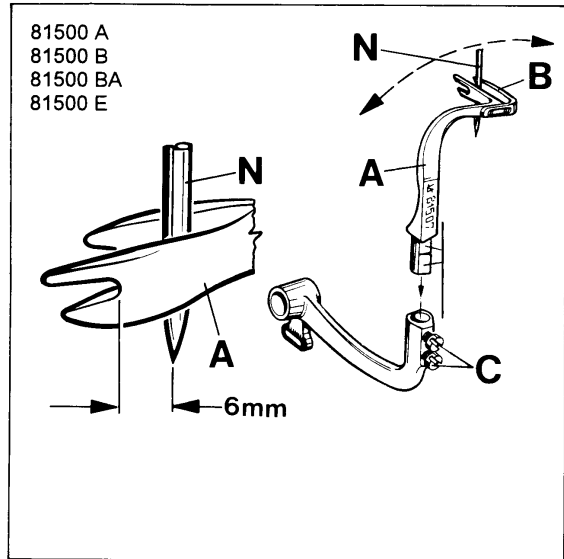

Fig. 11
Before inserting a new upper spreader (A, Fig. 11) remove thread hook (B). This facilitates the visual check of the adjustment.
For adjustment of spreader (A, Fig. 11) with respect to the needle (N), the shank of spreader (A) has two offset flats.
First snug one screw (C, Fig. 11) on the flat of the spreader shank with which the following position of the spreader is reached:
When rotating the handwheel in sewing direction, spreader (A, Fig. 11 A) should pass with its face (D) as close as possible to the front of needle (N), without contacting it. Now tighten the second screw (C, Fig. 11) firmly.
In the extreme left upper end position of spreader (A, Fig. 11) the distance between the bottom of the forked cut-out and the center of needle (N) should be 6 mm (15/64 in.)
Remount thread hook (B, Fig. 11) on spreader (A) and set it so that its tip passes close behind the needle without contacting it (see Fig. 11 A).
Bevor Sie einen neuen oberen Blindgreifer (A, Fig. 11) einsetzen entfernen Sie den Fadenhaken (B). Dies erleichtert die visuelle Prüfung der Einstellung.
Zum Einstellen des Blindgreifers (A, Fig. 11) im Bezug zur Nadel (N) hat der Schaft des Blindgreifers (A) zwei versetzte Befestigungsflächen.
Legen Sie zuerst eine Schraube (C, Fig. 11) auf der Fläche des Blindgreifers an, mit der Sie folgende Stellung des Blindgreifers erhalten:
Beim Drehen des Handrades in Nährichtung muß der Blindgreifer (A, Fig. 11 A) mit seiner Stirnfläche (D) dicht an der Vorderseite der Nadel (N) vorbeigehen, ohne diese zu berühren. Ziehen Sie nun die zweite Schraube (C), Fig. 11) gut an.
In der äußerst linken oberen Endstellung des Blindgreifers (A, Fig. 11) muß der Abstand zwischen der tiefsten Stelle des gabelförmigen Einschnittes und der Nadelmitte (N) 6 mm betragen.
Montieren Sie den Fadenhaken (B, Fig. 11) wieder an den Blindgreifer (A) und stellen Sie ihn so, daß seine Spitze dicht hinter der Nadel vorbeigeht, ohne diese zu berühren (siehe Fig. 11 A).
Preliminary mount the upper looper (A, Fig. 11 B) and the thread hook (B) to the looper shank (S) so that the distance (T) between upper looper and thread hook is as big as possible.
For adjustment of upper looper (A, Fig. 11 B) with respect to the needle (N) the looper shank (S) has two offset flats.
First snug one screw (C, Fig. 11 B) on the flat of looper shank (S) with which the following position of the upper looper is reached:
When rotating the handwheel in operating direction, upper looper (A, Fig. 11 C) should pass with its face (D) as close as possible to the front of needle (N), without contacting it. Now tighten the second screw (C, Fig. 11 B) firmly.
For precise adjustment of upper looper (A, Fig. 11 C) with respect to the needle (N) loosen screws (U) and set the upper looper (A) accordingly.
Simultaneously set the thread hook (B, Fig. 11 C) so that its tip passes close behind the needle (N) without contacting it. Retighten the two screws (U).
Montieren Sie den Obergreifer (A, Fig. 11 B) und den Fadenhaken (B) vorl ufig so an den Greiferschaft (S), da  der Abstand (T) zwischen Obergreifer und Fadenhaken so gro  wie m glich ist.
Zum Einstellen des Obergreifers (A, Fig. 11 B) im Bezug zur Nadel (N) hat der Greiferschaft (S) zwei versetzte Befestigungsfl chen.
Legen Sie zuerst eine Schraube (C, Fig. 11 B) auf der Fl che des Greiferschaftes (S) an mit der Sie folgende Stellung des Obergreifers erhalten:
Beim Drehen des Handrades in N hrichtung mu  der Obergreifer (A, Fig. 11 C) mit seiner Stirnfl che (D) dicht an der Vorderseite der Nadel (N) vorbeigehen, ohne diese zu ber hren. Ziehen Sie nun die zweite Schraube (C, Fig. 11 B) fest.
Zur Feineinstellung des Obergreifers (A, Fig. 11 C) im Bezug zur Nadel (N) l sen Sie die Schrauben (U) und stellen den Obergreifer (A) entsprechend.
Stellen Sie gleichzeitig den Fadenhaken (B, Fig. 11 C) so, da  seine Spitze dicht hinter der Nadel (N) vorbeigeht, ohne diese zu ber hren. Ziehen Sie die zwei Schrauben (U) wieder an.
In the extreme left upper end position of upper looper (A, Fig. 11 B), the distance between the left edge of looper eye and the center of needle (N) should be 6 mm (15/64 in.)
In der äußerst linken oberen Endstellung des Obergreifers (A, Fig. 11 B) muß der Abstand zwischen der linken Kante des Greiferrohrs und der Nadelmittle (N) 6 mm betragen.